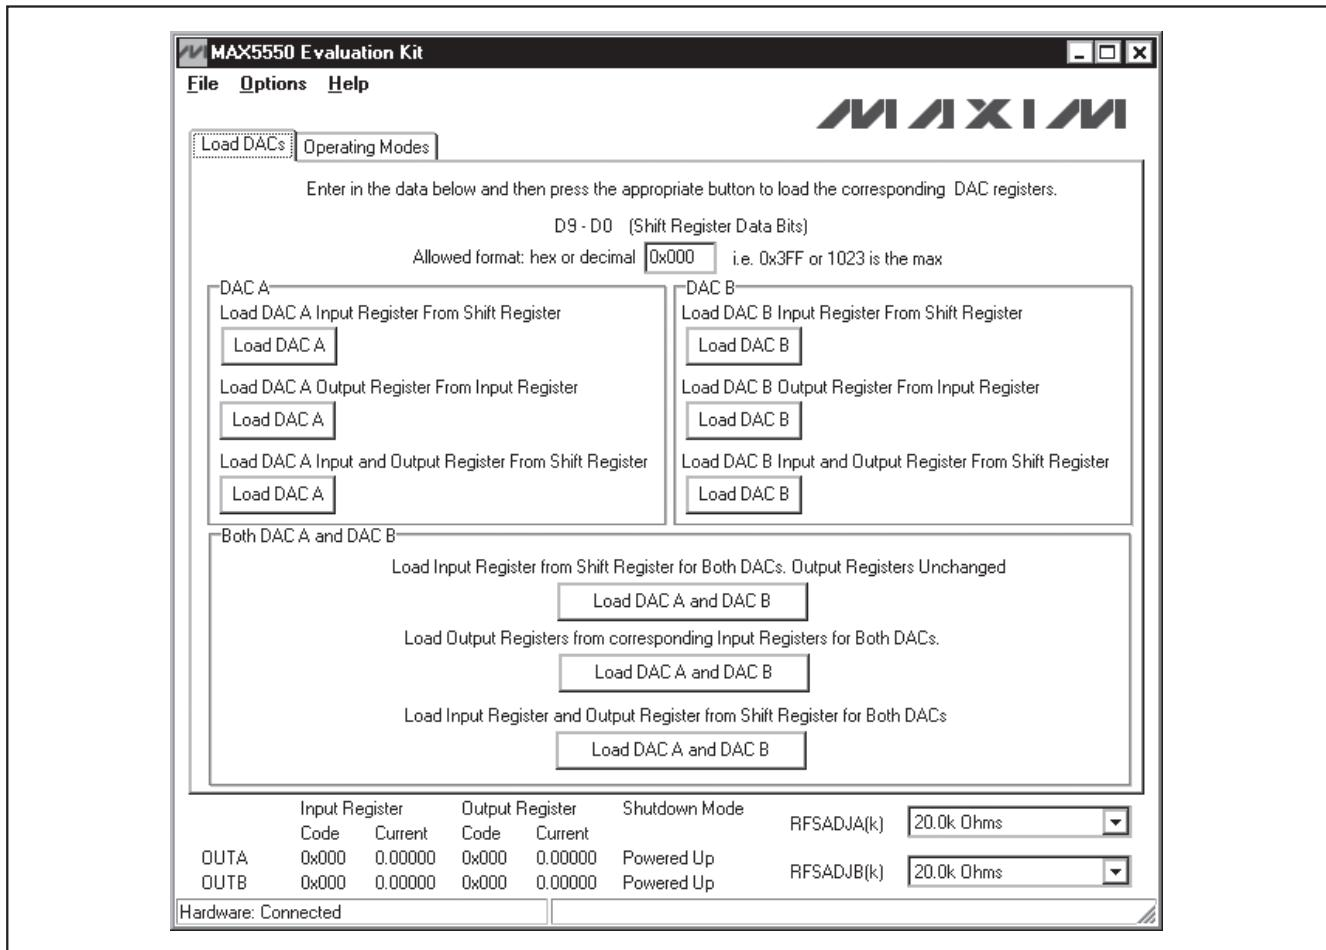

図1. MAX5550のEVキットソフトウェアメインウィンドウ：Load DACs (DACのロード)タブ
- 6) Start | Programs(スタート | プログラム)メニューを開き、MAX5550のEVキットソフトウェアを起動します。このEVキットソフトウェアのメインウインドウが表示されます(図1を参照)。
評価ウィンドウのメインウィンドウ(図1)は、すべてのDAC入力および出力レジスタの電流および流れとコードを表示します。さらに、メインウィンドウは2つのタブを持っています。Load DACs (DACのロード)タブは、